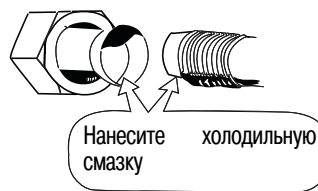

Рис. 28
- Нанесите холодильную смазку на совмещаемые поверхности раструбного соединения перед тем, как соединить их. Это является эффективным средством для уменьшения утечек пара (рис. 28).